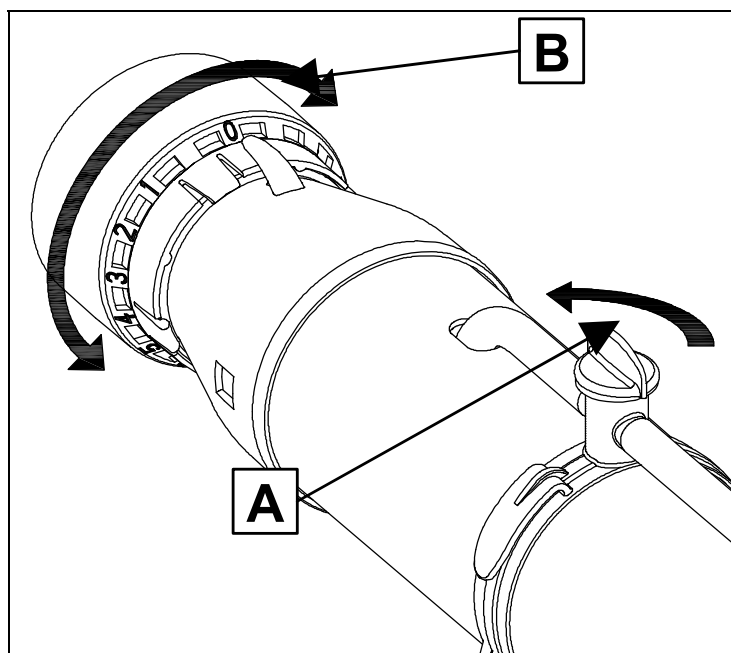

Рис.12. Регулировка расхода рабочего раствора
На трубе подачи воздуха расположен кран-блокиратор подачи рабочего раствора (рис.12, А), который позволяет перекрывать подачу рабочего раствора.
Максимальный расход рабочего раствора при полностью открытой дроссельной заслонке (положение '+' регулятора (4)) устанавливается регулятором В (рис. 12). Поворачивайте регулятор по или против часовой стрелки для ограничения максимального расхода рабочего раствора. Всего доступно 9 положений регулятора, (см. таблицу ниже). В ней представлены
- Убедитесь, что кран-блокиратор подачи рабочего раствора (рис.12, А) закрыт.
1. Регулируя расход рабочего раствора регулятором **В** (рис. 12) от значения '1' – минимальный расход до значения '+' – максимальный расход. Чем больше расход, тем крупнее будет капля.